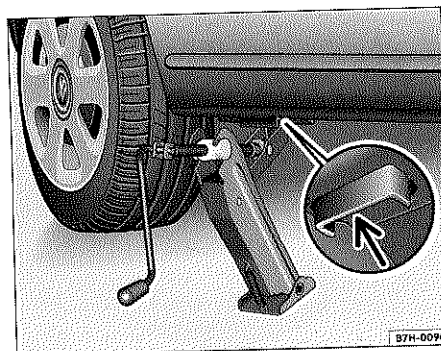

Fig. 27 Gato colocado en el lado izquierdo, parte delantera
4. A la vez que coloca el gato, gire la manivela hasta que la garra encaje en el alojamiento ⇒ fig. 27 (flecha) de los bajos del vehículo ⇒ ⚠.
- La garra del gato debe encajar en el alojamiento de los bajos para evitar que se desplace al elevar el vehículo ⇒ página 88, fig. 27.